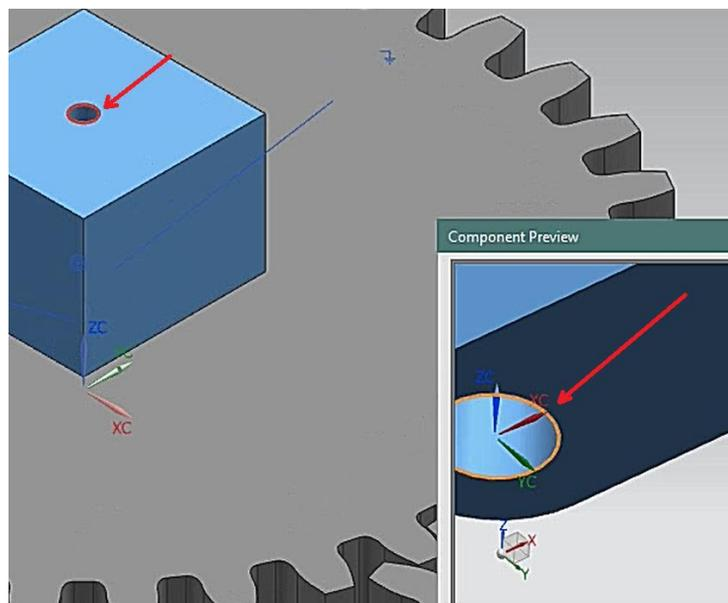

Figura 1.24 Circunferencia superior de pieza **dado1.prt** y circunferencia inferior de pieza **biela1a.prt**.
- Elegir el tipo de restricción **Concentric**. Seleccionar la circunferencia inferior del barreno y la circunferencia superior del **dado1.prt** (Figura 1.24).